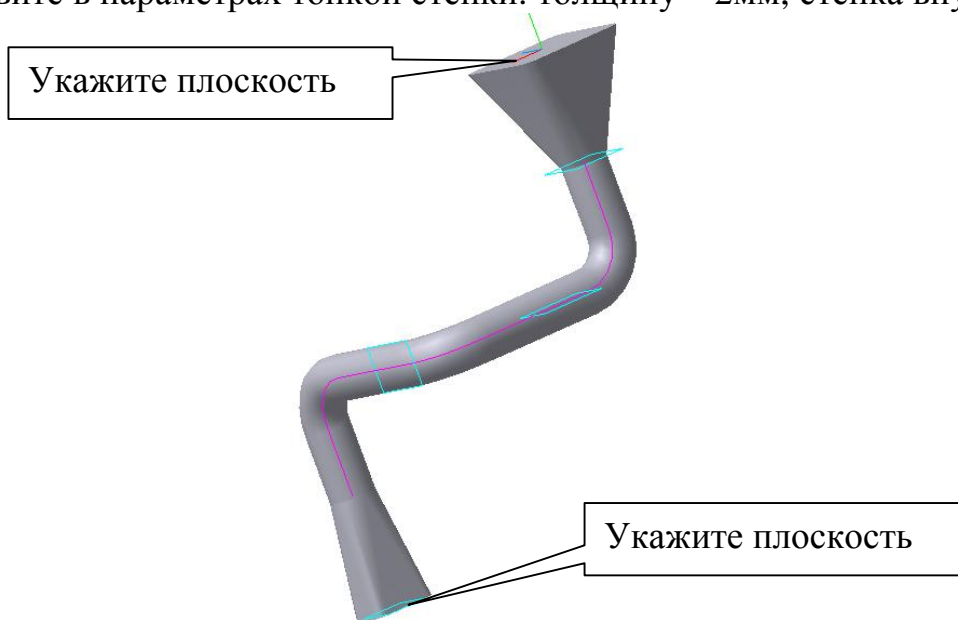

Рис. 31
5. Для выполнения тонкой стенки нажмите кнопку **Оболочка**  на панели **Редактирование детали** , укажите курсором две плоскости, рис. 31, и установите в параметрах тонкой стенки: толщину – 2мм, стенка внутрь.